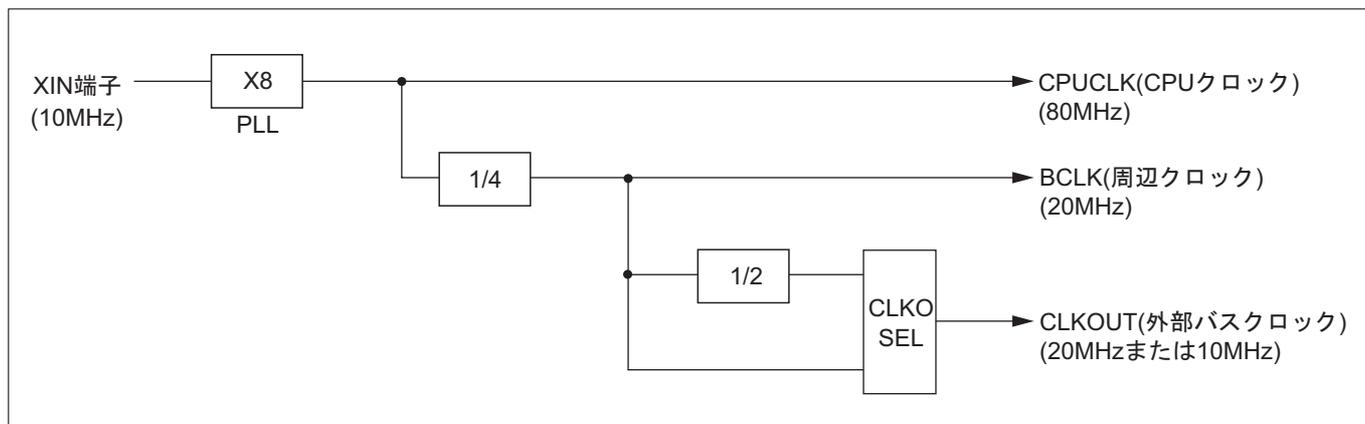

図1.1.1 クロック概念図
- 32185/32186はクロック逡倍回路を内蔵しています。図1.1.1に 概念図を示します。